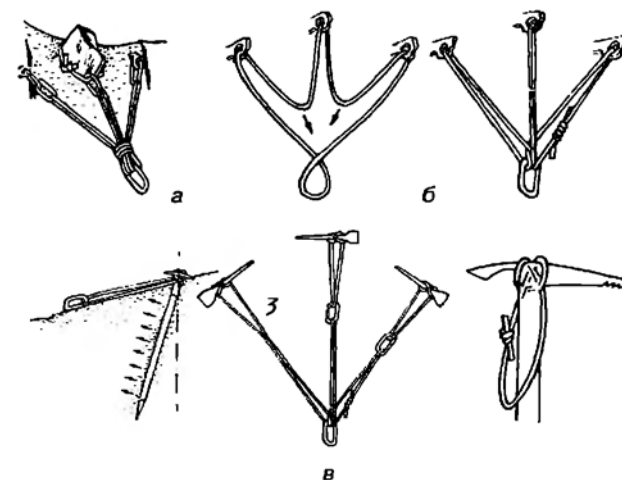

Рис. 5. Организация спуска (подъема):
**Надежность страховки достигается (рис. 5):**
- использованием нескольких сблокированных точек для закрепления веревок (см. рис. 5, а, б);
- применением компенсационных петель (см. рис. 5, в);